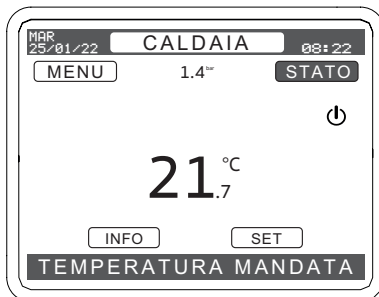

Figura 6.18
- Terminato il ciclo di sfiato il display tornerà alla videata principale Figura 6.18.